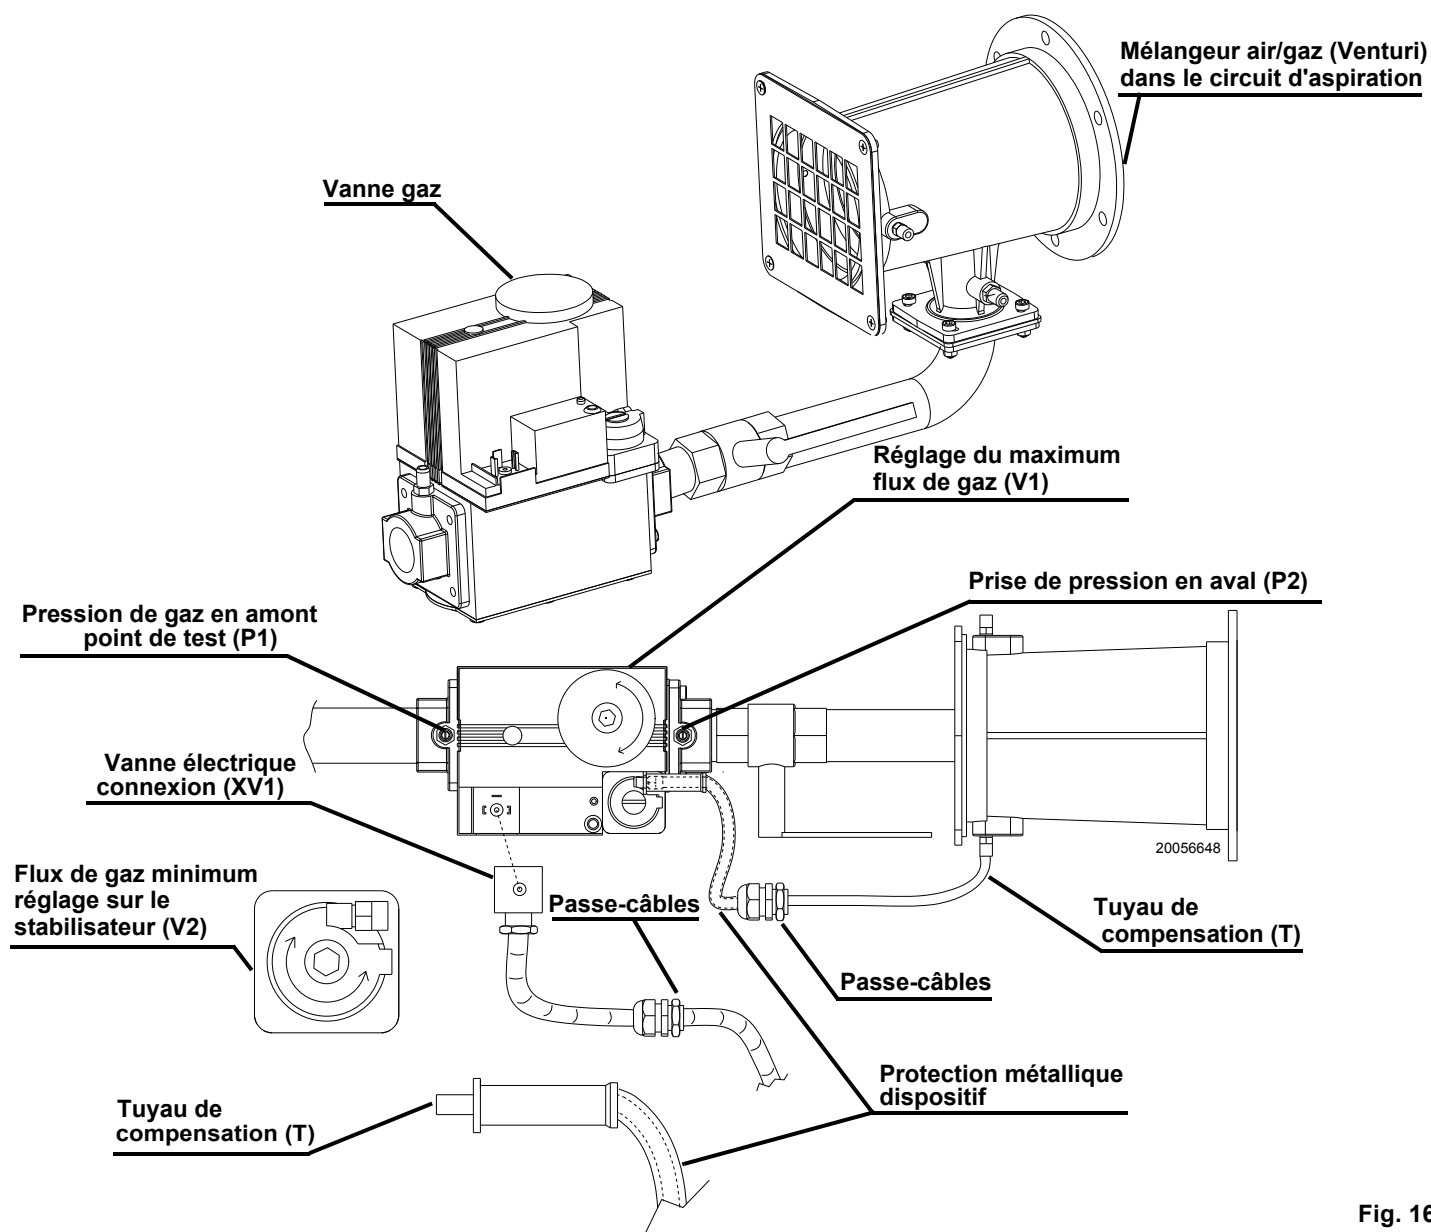

Fig. 16
- purger l'air des tuyaux de gaz en utilisant la vis sur la douille (Fig. 16, page 22).